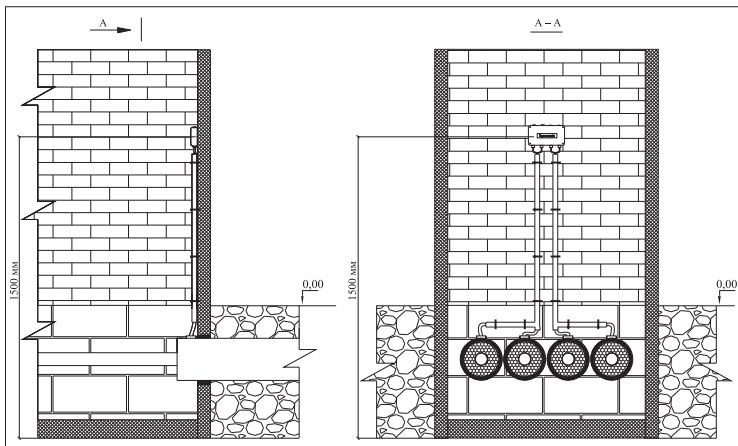

Рис. 12 «Установка терминала на стене здания»
11. При установке терминала внутри помещения (**Рис. 12**), просверлить в стене здания два от-